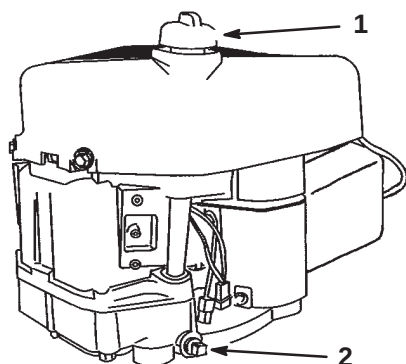

Figure 16
7. Nettoyez la surface autour de la jauge d'huile (Fig. 16) pour éviter que des impuretés ne s'introduisent dans le goulot de remplissage, ce qui risquerait d'endommager le moteur.
- Placez un bac de vidange sous le bouchon de vidange et retirez ce dernier (Fig. 16).